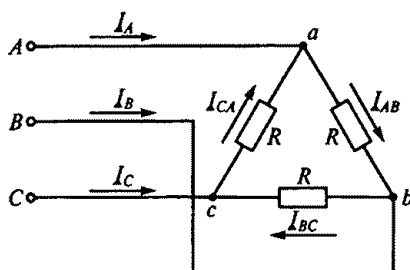

Рис. 134
3.117. Каковы уравнения, связывающие векторы линейных и фазных токов в схеме на рис. 134?